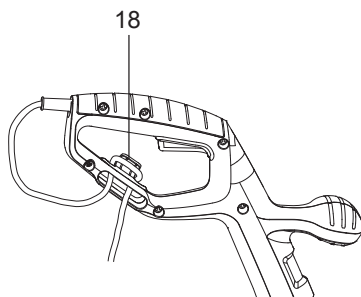

Fig. 5
- > Duplique o cabo de alimentação cerca de um pé a partir da extremidade. Passe o laço através do orifício na proteção traseira de segurança e o laço sobre o redutor de tensão do cabo (18). Puxe ligeiramente o cabo para garantir que está bem fixado na pega (Fig. 5).